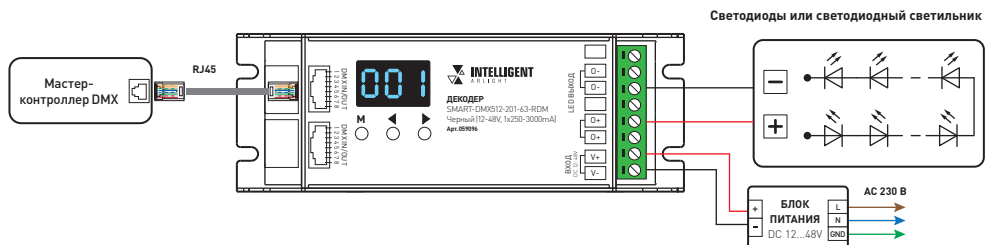

Рис. 2. Схема подключения сплиттера
- 3.2. Подключите декодер согласно схеме, как показано на рис. 2.